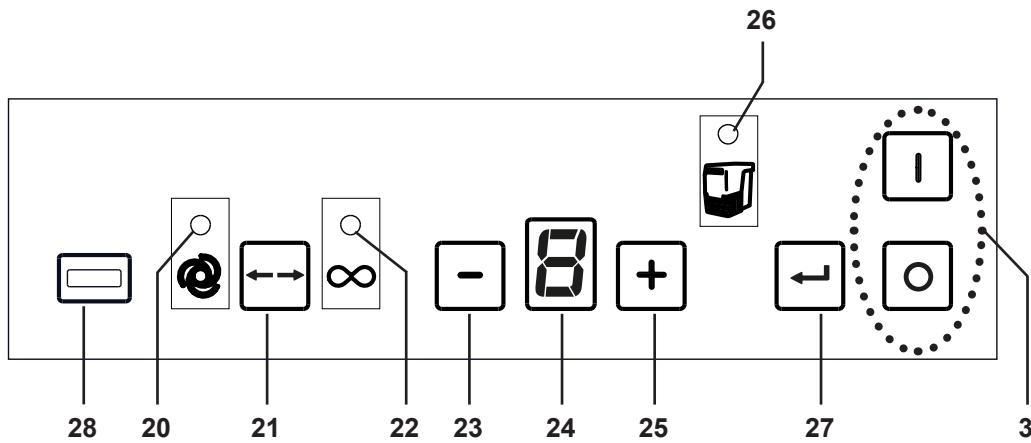

Fig. 2
- ⇒ Disinserire l'apparecchio tramite l'interruttore On / Off (3, Fig. 2).